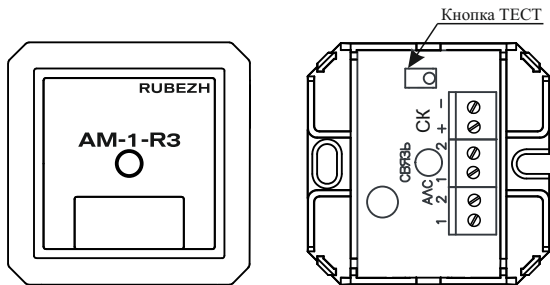

Рисунок 1 – Внешний вид крышки и основания с платой
4.2 Конструктивно адресная метка выполнена в пластмассовом корпусе (рисунок 1), внутри которого размещена плата с электронными компонентами, обеспечивающая обработку сигналов с линии Вх. СК.